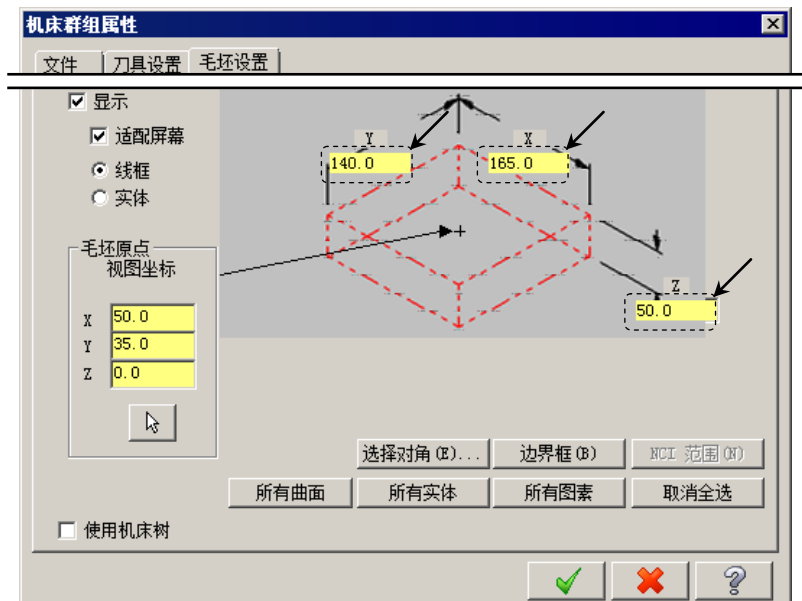

图 4.8.3 “机床群组属性”对话框
Step3. 设置工件的尺寸。在“机床群组属性”对话框中单击  边界框(B) 按钮，系统弹出“边界框”对话框，接受系统默认的选项，单击  按钮，返回至“机床群组属性”对话框。
Step4. 设置工件参数。在“机床群组属性”对话框的  Y 文本框中输入值 140.0，在  X 文本框中输入值 165.0，在  Z 文本框中输入值 50.0，如图 4.8.3 所示。